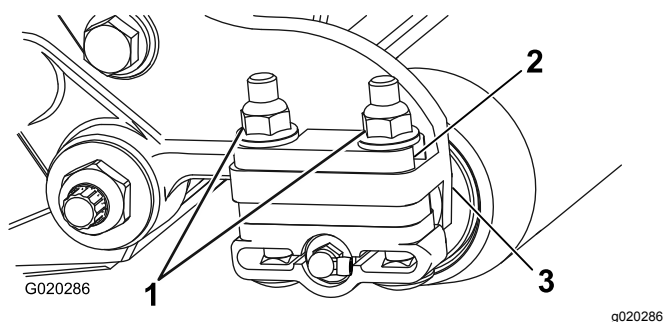

Figura 12
17. Togliete i 2 dadi di bloccaggio flangiati fissando ogni staffa del rullo alle piastre laterali (**Figura 12**).